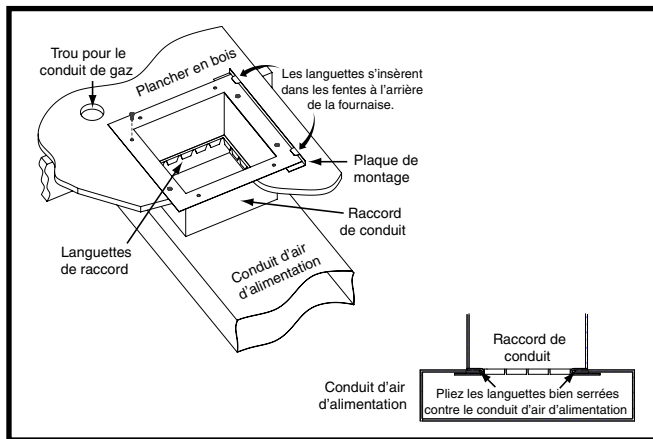

Figure 11. Raccord de conduit à languettes
- Retirez le raccord de conduit et découpez la zone marquée du conduit d'alimentation en air 0,16 cm plus large que le trait dessiné. Voyez la Figure 11 (page 15).
- Installez la plaque de montage (Figure 11) sous la surface arrière du raccord de conduit. Alignez les trous pour vis dans les deux composantes.
- Pliez les languettes inférieures du raccord de conduit vers le haut et serrez-les le plus possible contre le conduit d'alimentation en air. Voyez la Figure 11.